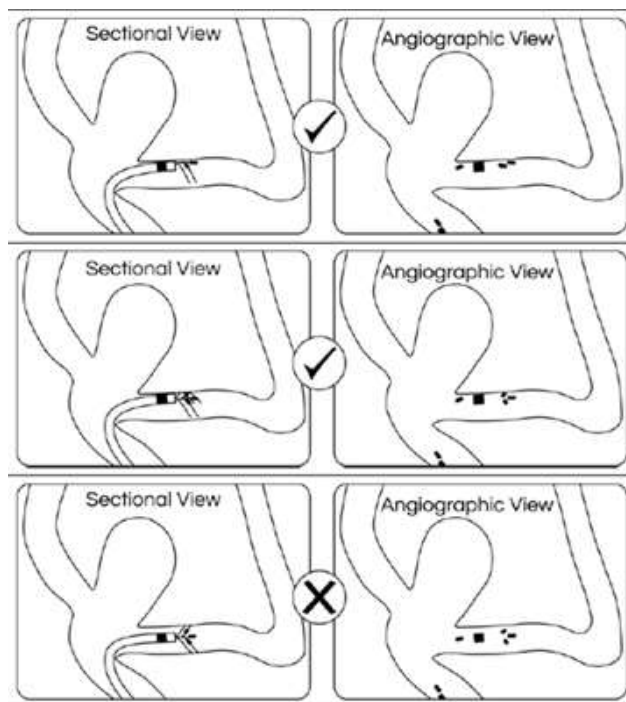

Figura 7 (correcto 0° - Correcto 45° - Incorrecto 90°)
22. Despliegue los marcadores distales del implante 2 mm dentro de la luz del vaso, estabilizando el alambre guía y retrayendo el microcatéter de liberación. Si es necesario, el implante puede reorientarse rotacionalmente deslizándolo hacia adelante y hacia atrás sobre la curva final del microcatéter de liberación para alinear la columna vertebral con la curvatura mayor. Identifique la orientación rotacional del implante que se muestra en la Figura 7. La orientación rotacional correcta se encuentra dentro de $\pm 45^\circ$ de la rotación ideal de la columna vertebral. Consulte la Figura 7 para ver la orientación correcta.